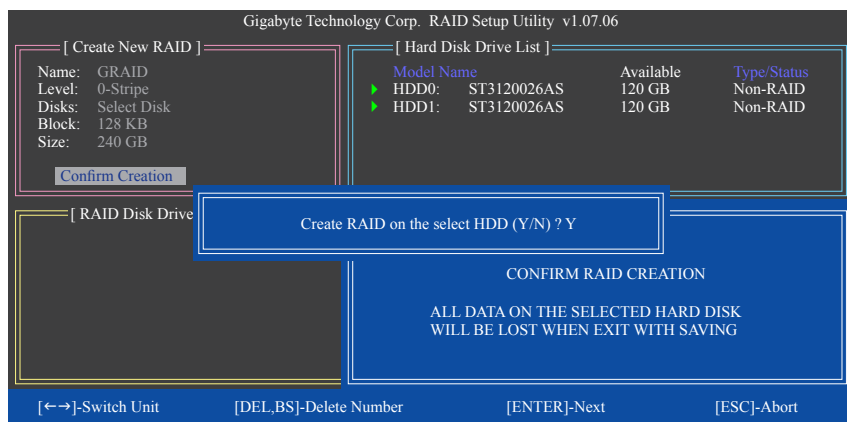

図 7
6. 作成を確定する: 上の項目をすべて構成すると、選択バーは Confirm Creation 項目に自動的にジャンプします。<Enter> を押します。選択を確認するように求めるメッセージが表示されたら (図 7)、<Y> を押して確認するか <N> を押して中断します。